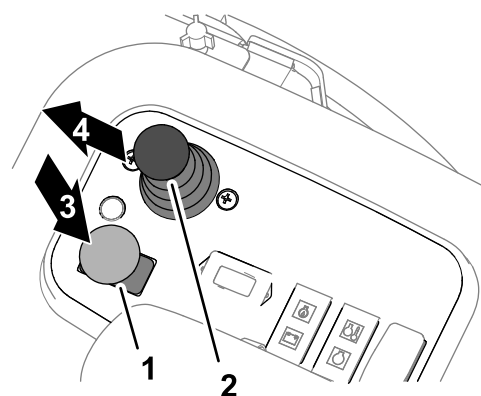

図 34
1. 駐車ブレーキを掛け、カッティングユニット作動スイッチを **DISENGAGE** 切にする **図 34**。